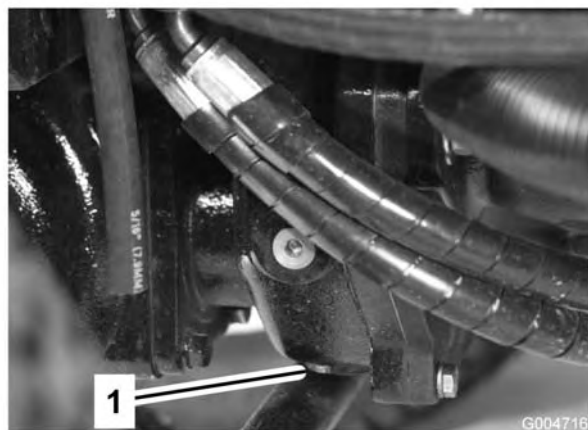

Figura 61
5. Pulite l'area circostante il tappo di spurgo sul fondo della scatola degli ingranaggi (Figura 61).